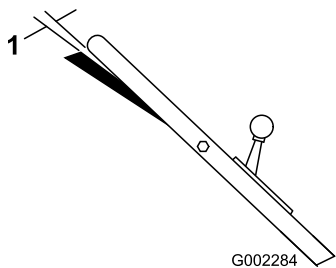

Figure 26
**Remarque:** Le réglage est correct si les roues arrière s'arrêtent de tourner lorsque la barre de commande se trouve à environ 2,5 cm (1") du guidon (Figure 26).